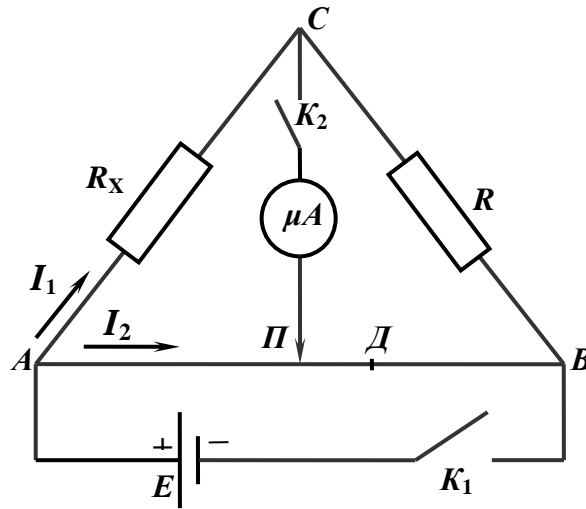

Рисунок 5.1
В практике точных измерений сопротивлений наибольшее распространение получили мостовые схемы. Простейшей мостовой схемой является мостик Уитстона (рис.5.1). Он состоит из источника постоянного тока  $E$ , реохорда (реостата)  $AB$ , двух резисторов (магазина сопротивлений  $R$  и
1. Собрать схему согласно рис.5.1 с неизвестным сопротивлением  $R_{x1}$  (или  $R_{x2}, R_{x3}$ ).
4. Соедините последовательно резисторы  $R_{x1}$ ,  $R_{x2}$ , включив их на место сопротивления  $R_x$  в схеме (рис.5.1).
7. Соедините параллельно резисторы  $R_{x1}$  и  $R_{x2}$ , включив их на место сопротивления  $R_x$  в схеме на рис.5.1.